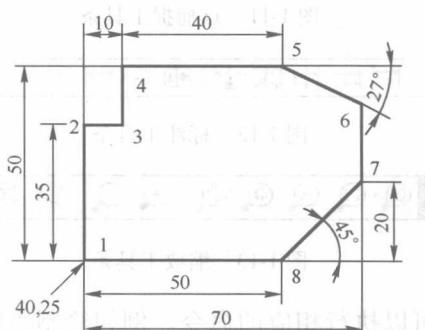

图 1-8 简单平面图形
例如,绘制如图 1-8 所示的简单平面图形,AutoCAD 提示及输出如下:
(1) 绝对坐标: 点的绝对坐标指该点相对于坐标原点的值。例如, (40,25) 表示该点的 X 坐标为 40, Y 坐标为 25。注意: 坐标值之间的逗号是英语逗号(半角)。
(2) 极坐标: 点的极坐标指该点相对于坐标原点的距离和与 X 轴的正方向的夹角角度, 格式为距离 < 角度。例如, (100 <45) 表示该点与坐标原点的距离为 100, 与 X 轴的正方向的夹角是 45°。
(3) 相对坐标: 相对坐标的输入方法是在坐标值前加一个@, 表示输入的坐标值是上一点的相对距离。在图 1-8 中, 2 点的绝对坐标为(40,60), 如果在下一点输入(@10,0), 表示 3 点相对 2 点的 X 轴方向增量是 10; 相对 2 点的 Y 轴方向增量是 0。3 点的坐标也可以使用相对极坐标方式(@10 <0), 表示 3 点处在与 2 点距离为 10, 与 X 轴的正方向的夹角是 0° 的位置。